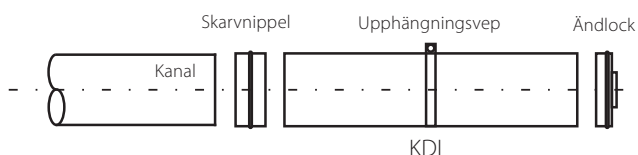

Bild 1. Komponenter, KDL.
- Dondelarna skarvas ihop med skarvnippel och avslutas med ett ändlock som även fungerar som renslucka, se bild 1.